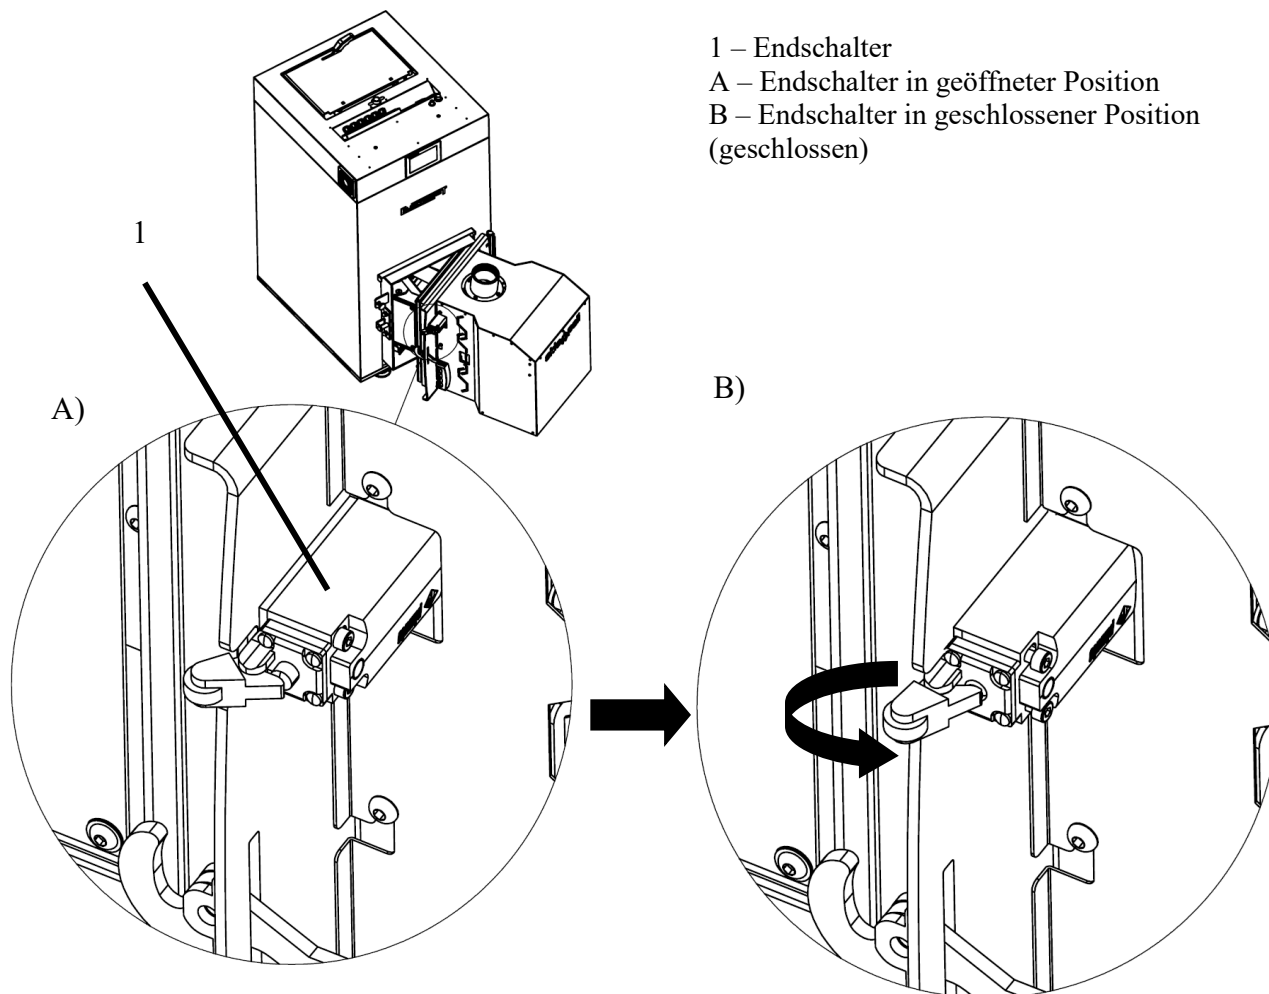
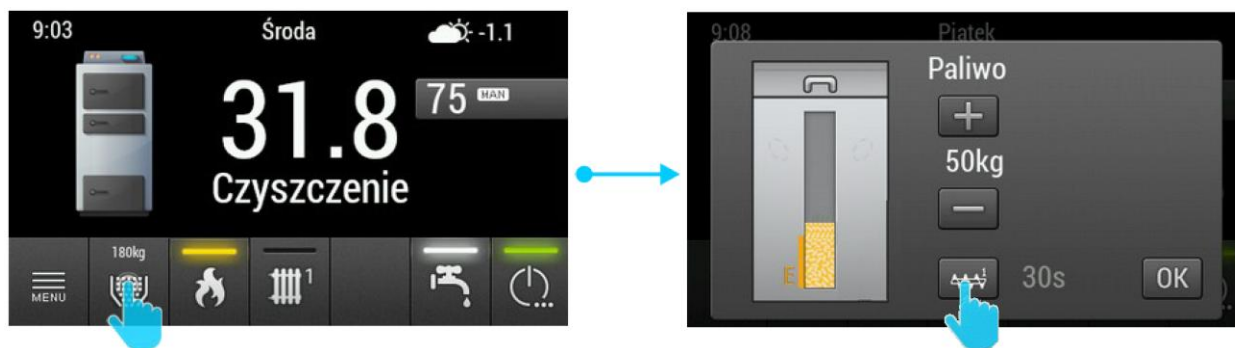
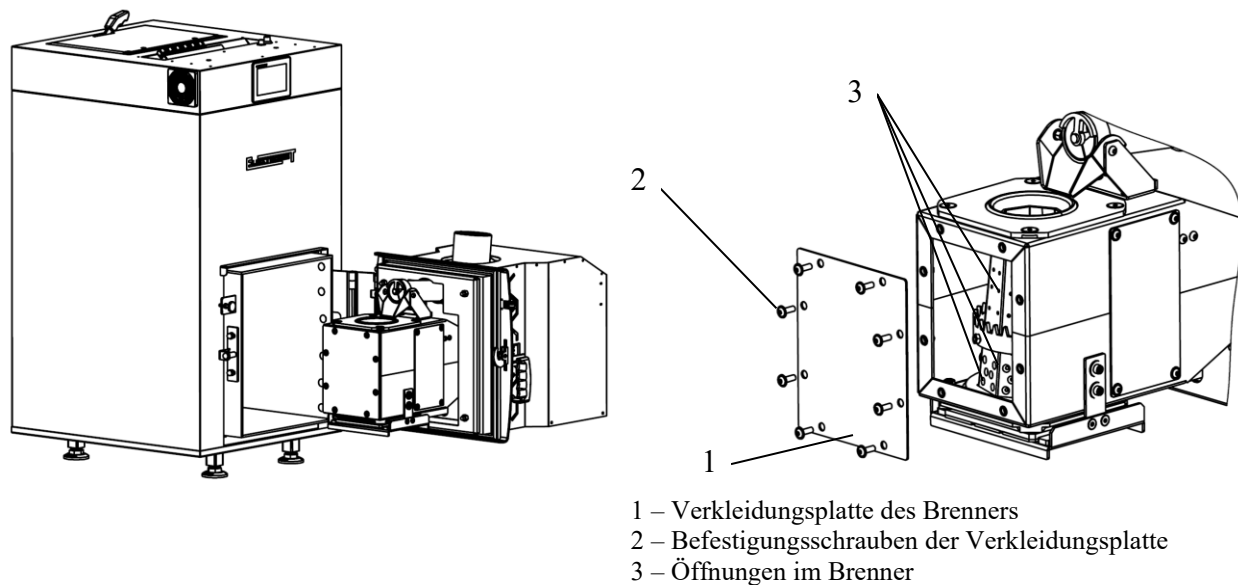
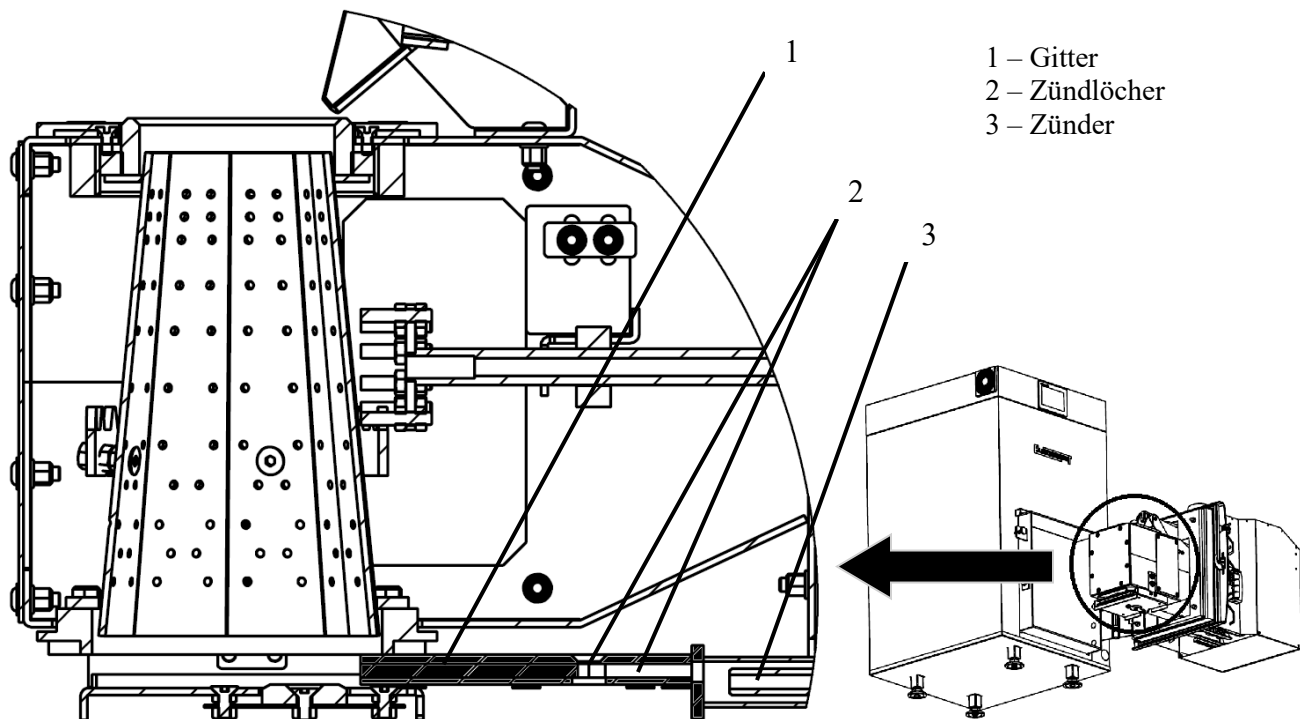

Abb. 17a. Endschalter an der Kesseltür.
Abb. 17b. Aktivierung des manuellen Kraftstoffnachfüllmodus im Controller-Menü.
Abb. 18. Demontage der vorderen Verkleidungsplatte zur Reinigung der Brennraumöffnungen.
Abb. 18a. Zünderspalten im Pelletbrenner.
Da der Kessel über zwei Förderschnecken verfügt und die erste gerade mit Brennstoff befüllt wurde, sollten Sie nun dasselbe mit der Brennerförderschnecke (Abb. 1 – Position 21) tun. Öffnen Sie anschließend die Kesseltür. An der Tür befindet sich ein Endschalter (Abb. 17a – Position 1), der gedrückt werden muss, um die Förderschnecke manuell zu aktivieren. Halten Sie den Endschalter gedrückt (Abb. 17a-B) und wählen Sie im Menü der Steuerung die Option „Manuelle Brennstoffbefüllung“ (Abb. 17b). Dadurch wird die Brennerförderschnecke (Abb. 1 – Position 21) aktiviert, ohne den Kessel zu starten. Sobald die ersten Pellets aus der Förderschnecke auf den Rost fließen, verlassen Sie das Menü „Manuelle Brennstoffbefüllung“ und öffnen Sie gleichzeitig den Endschalter (Abb. 17a-A), um die Förderschnecke abzuschalten. Sie können nun die Kesseltür schließen und mit dem Anzünden fortfahren.
- 3) Mindestens alle drei Wochen (oder häufiger) ist die Passierbarkeit der Luftdüsen des Pelletbrenners (Pos. 3 in Abb. 18) zu überprüfen. Zu diesem Zweck ist die vordere Verkleidungsplatte des Brenners (Pos. 1 in Abb. 18) zu demontieren, indem die 8 M6-Schrauben (Pos. 2 in Abb. 10) abgeschraubt werden, sodass der Zugang zu den Öffnungen gewährleistet ist.
Aufgrund der Bauform des Brenners muss die Brennschale des Brenners so lange gedreht werden, bis alle Luftdüsen erreicht werden. Zum Drehen der Brennerschale muss nach dem Öffnen der Kesseltür der Endschalter an der Tür (durch Eindrücken) überbrückt werden (Abb. 17a – B). Anschließend ist im Menü der Steuerung – in Abhängigkeit von der Version des Reglers (z.B. über die Funktion „Test der Ausgänge“ oder über „Manueller Betrieb“) – die Option „Brenner“ auszuwählen. Durch Drehen des Brennrosts werden die noch nicht gereinigten Luftdüsen freigelegt. Ausgeschaltet wird diese Drehbewegung erneut über das Menü der Steuerung, indem die Option „Brenner“ abgewählt wird. Danach ist der Endschalter wieder zu öffnen (Abb. 17a – A). Dieser Vorgang ist so oft zu wiederholen, bis alle Luftöffnungen der Brennschale vollständig gereinigt sind. Nach erfolgter Reinigung sämtlicher Öffnungen ist die Verkleidungsplatte des Brenners (Pos. 1 in Abb. 18) wieder anzuschrauben.
- 4) 4) Mindestens alle drei Wochen (oder häufiger) kann die Passierbarkeit der Zünderspalten überprüft werden. Zu diesem Zweck muss nach dem Öffnen der Kesseltür der Endschalter an der Tür überbrückt werden (durch Eindrücken) (Abb. 17a – B) und anschließend – in Abhängigkeit von der Version des Reglers (z.B. über die Funktion „Test der Ausgänge“ oder über „Manueller Betrieb“) – der Rost geöffnet und in dieser Position gelassen werden, um Zugang zu den Zünderspalten zu erhalten (Pos. 2 in Abb. 18a). Zur Freilegung der Zünderspalten kann z.B. ein dünner Stahlstab verwendet werden.